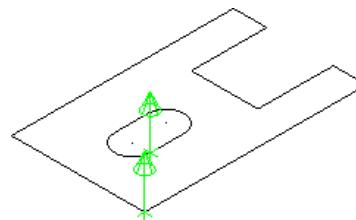

图 7-8 指定挤出方向
- 03 根据系统提示，选取挤出图素，并单击“串连选项”对话框中的“确定”按钮 ，系统将在选取的图素上面显示一个箭头，来指定挤出方向，如图 7-8 所示。